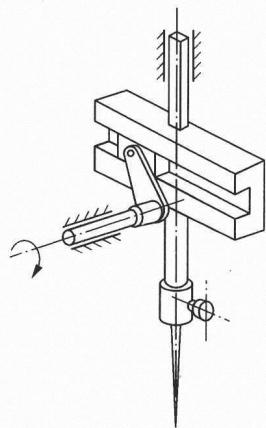

图 2-9 缝纫机下针机构
2.5.6 试绘制图 2-9 缝纫机下针机构的运动简图,并计算其自由度。